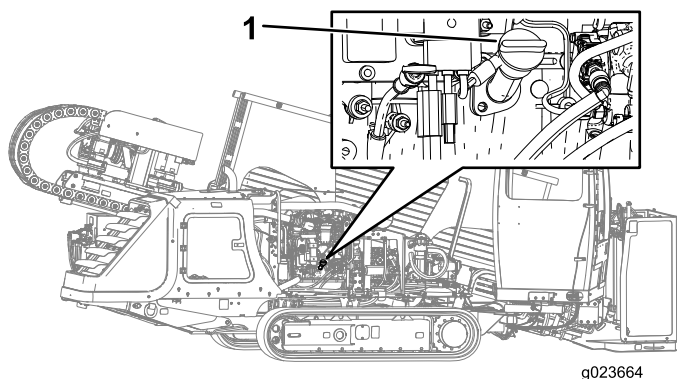

Figura 89
- A. Retire el tapón de llenado (Figura 89) y añada aceite hasta que el nivel llegue a la marca Alto. **No llene demasiado.**